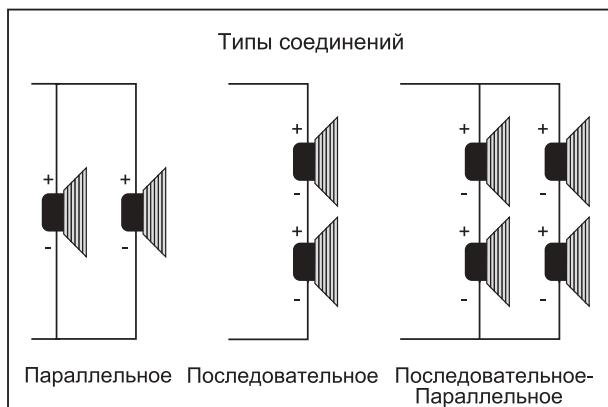

Рис. 4.1: Графическое представление различных типов соединений
- ☞** См. также рис. 4.1 и 4.2.